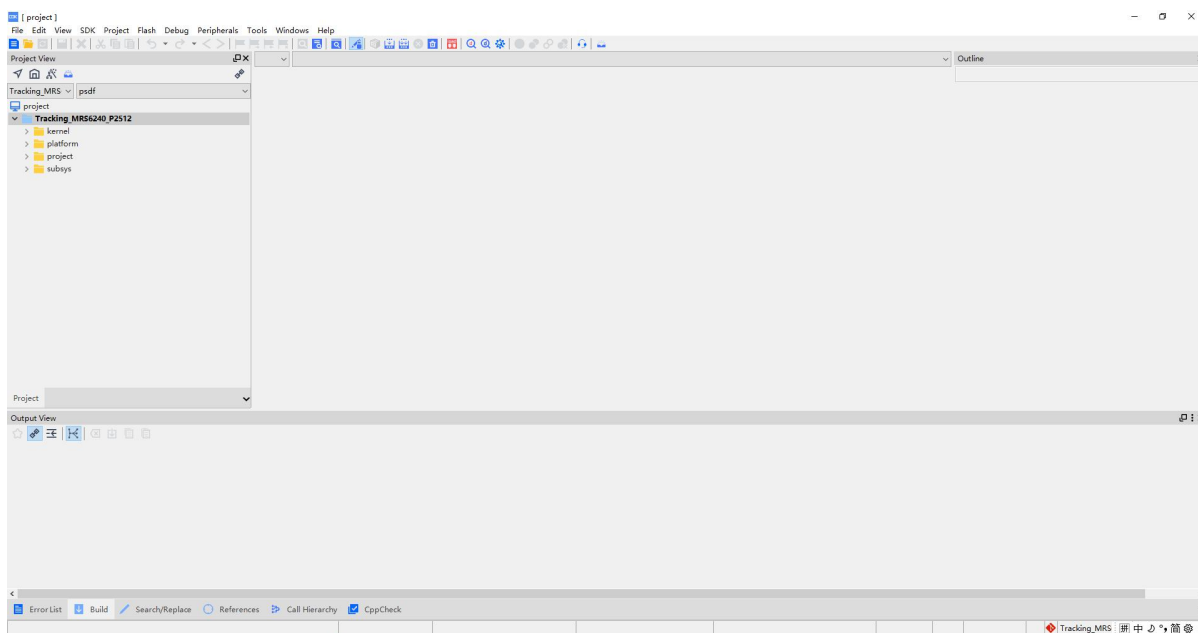

图 4-3 IDE 界面
2. 双击“project.cdkproj”打开工程，如图 4-3 所示；